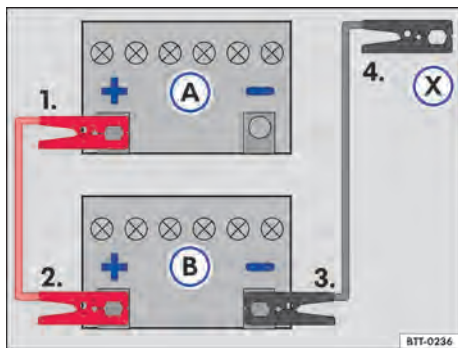

Fig. 181 Esquema para a conexão dos cabos auxiliares de partida: bateria do veículo descarregada (A) e bateria do veículo fornecedora de corrente (B).
Legenda para → Fig. 181:
Conectar o cabo auxiliar de partida somente na sequência 1 – 2 – 3 – 4 → Fig. 181.
- Conectar uma extremidade do cabo auxiliar de partida *vermelho* ao polo positivo (+) do veículo com a bateria do veículo descarregada → Fig. 181 (A) → ▲.
- Conectar a outra extremidade do cabo auxiliar de partida *vermelho* ao polo positivo (+) do veículo fornecedor de corrente (B).
- Conectar uma extremidade do cabo auxiliar de partida *preto* ao polo negativo da bateria do veículo fornecedor de corrente (B).
- Conectar a outra extremidade do cabo auxiliar de partida *preto* (X) no veículo com a bateria descarregada no ponto de auxílio à partida (ponto de aterramento) ou em uma peça de metal parafusada firmemente no bloco do motor – porém não nas proximidades da bateria (A) → ▲.